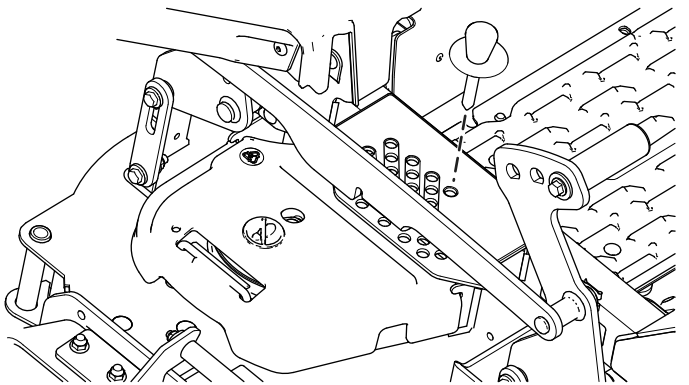

図 27
2. 刈高ピンをブラケットの 127 mm の穴にセットする 図 27。